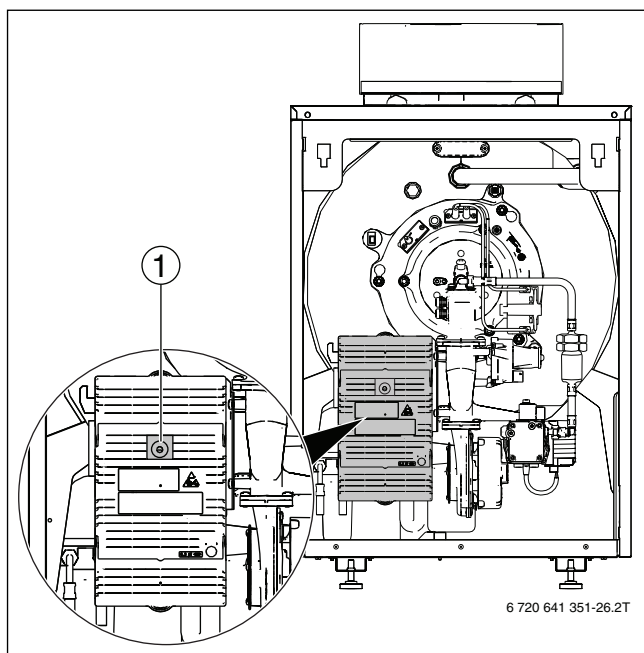

Bild 96 Störungen am Feuerungsautomaten zurücksetzen
- Taste **Reset** am Feuerungsautomaten drücken (→ Bild 96, [1]).